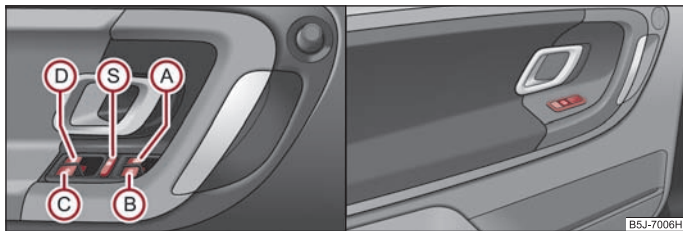

Fig. 33 Tastele din ușa șoferului / tastele din ușile din spate
Tastele pentru fiecare geam se găsesc în elementul de comandă din cotiera din ușa șoferului ⇒ fig. 33, pasagerului din față și în ușile din spate*.
Apăsând comutatorul de siguranță (S) ⇒ fig. 33, puteți scoate din funcțiune tastele din ușile din spate. Apăsând încă o dată comutatorul de siguranță (S), puteți restabili funcționarea tastelor din ușile din spate.
Când se transportă copii pe locurile din spate, vă recomandăm să scoateți din funcțiune comutatoarele din ușile din spate (comutatorul de siguranță) (S) ⇒ fig. 33.